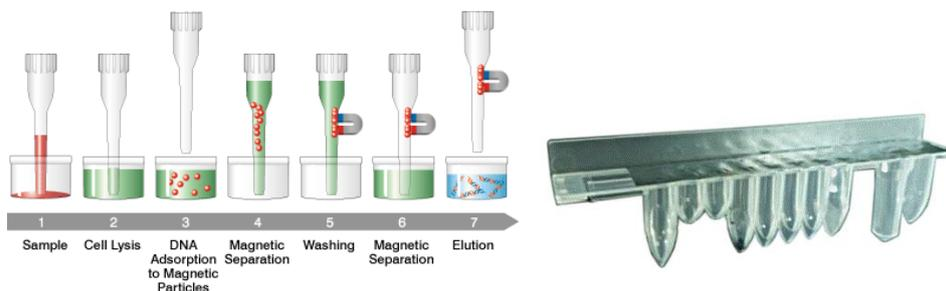

Figura 1.3: Principio di estrazione degli acidi nucleici e cartuccia di estrazione ELITE InGenius SP 200
- Il set di reagenti è stato ottimizzato per l'isolamento di acidi nucleici da campioni di 200 μ L (Figura 1.3: ELITE InGenius – SP200 Cartuccia e principio di estrazione).